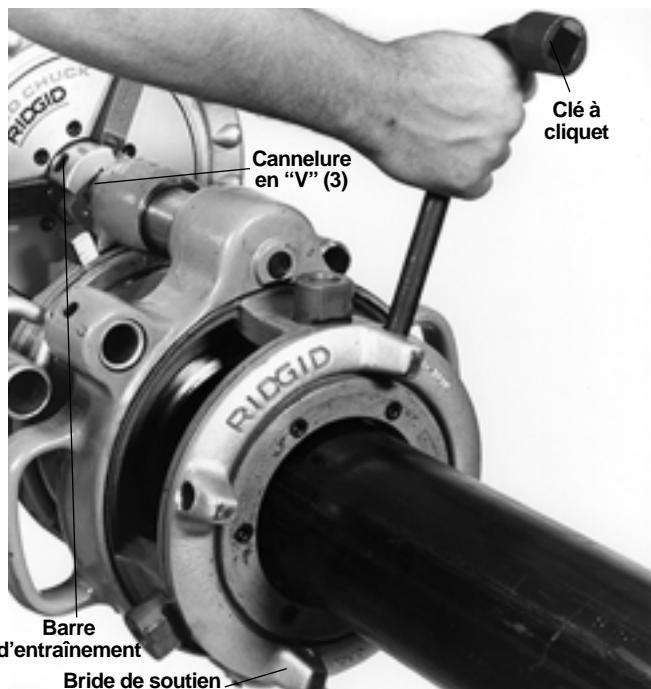

Figure 17 – Serrez la bride de soutien sur la filière à réduction N° 141 (idem filière N° 161)
**IMPORTANT:** *Laissez paraître une longueur de cannelure d'environ  $\frac{3}{4}$ " à l'avant des mors du mandrin (Figure 17) afin de permettre leur lubrification.*
7. Introduisez le tuyau dans la filière et centrez l'extrémité de celui-ci dans la gorge des filières. Serrez la bride de soutien à l'aide d'une clé à cliquet (Figure 17).
8. Serrez la vis de blocage (Figure 17) à fond.
8. **141 et 161** – Desserrez la vis de blocage (*Figure 17*) et tournez la bride de soutien à la position **OPEN** (ouvert) pour en retirer le tuyau.